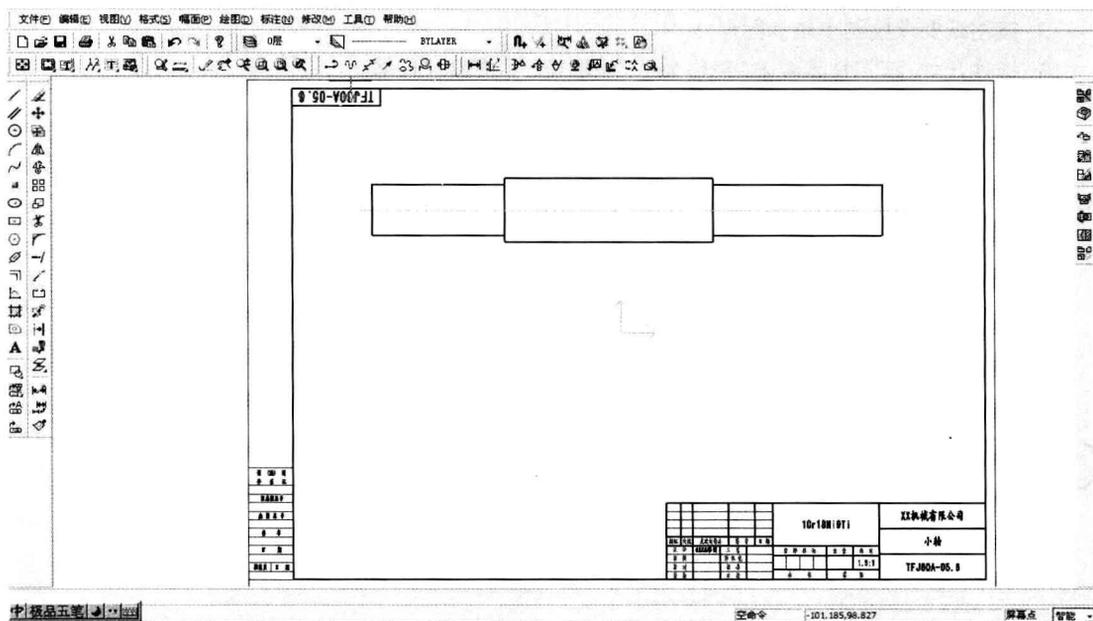

图1-3 孔/轴
② 单击工具栏上:“孔/轴”^①按钮,立即菜单:1:轴 2:直接给出角度 3:中心线角度0,命令行提示插入点,在图框内合适位置任选一屏幕点,单击“确定”按钮,立即菜单:1:轴 2:起始直径20 3:终止直径20 4:有中心线,命令行轴长度输入“50”,立即菜单:1:轴 2:起始直径25 3:终止直径25 4:有中心线,屏幕下方命令行轴长度输入“78”,立即菜单:1:轴 2:起始直径20 3:终止直径20 4:有中心线,命令行轴长度输入“31.5”,单击鼠标右键完成操作,如图1-3所示。